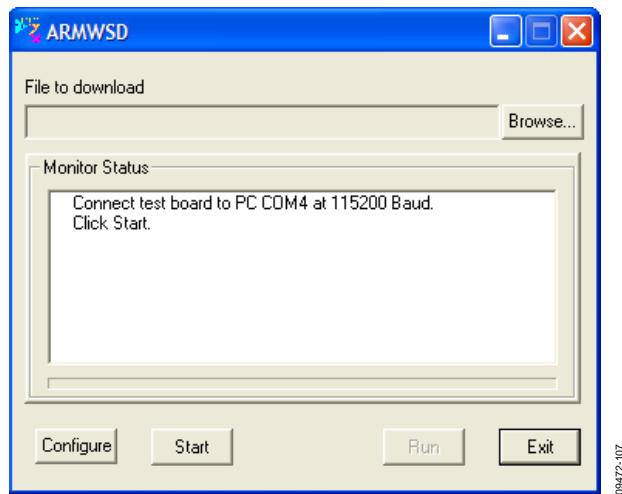

図 8. ISEB ARMWSD フームウェア・ダウンローダ
2. **Firmware Utility** フォルダ内の **ARMWSD.exe** プログラムを実行します。図 8 に示すようなダウンローダが表示されます。
COM ポートを選択したら、**OK** をクリックして変更を確定し、ARMWSD ボックスに戻ります（図 8 を参照）。これでダウンローダの設定は完了です。フームウェアを書き換えるには、以下の手順に従いダウンローダと ISEB メインボードを操作して下さい。
1. ARMWSD ボックス（図 8）の **Start** をクリックしてダウンローダをダウンロード待ち状態にします。
4. ダウンロードの処理が失敗すると、**Monitor Status** ボックス（図 8）内にそのことが表示されます。この場合は、ステップ 1~3 を繰り返してダウンロードを再実行してください。
5. ダウンロードが正常に終了したら、**Run**（図 8）をクリックします。